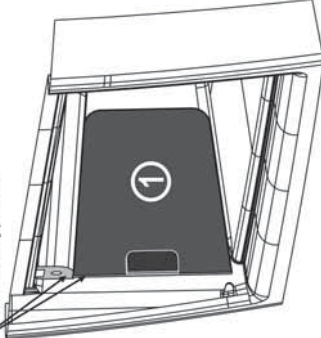

Рис.3 Установка кронштейнов
3.1.4 Закрепить два кронштейна на боковые стенки отсека "OPEN" соответственно (поз.1 рис.3).